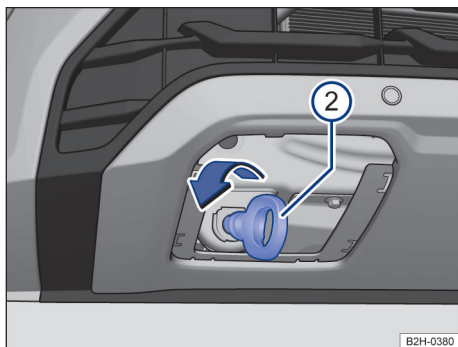

Fig. 178 En el paragolpes delantero a la derecha: enroscar la argolla de remolque.
① Argolla de remolque.
1. Enroscar la argolla de remolque tan firme como sea posible **en el sentido de la flecha** en el alojamiento → **fig. 178 ②**.
2. Utilice un objeto adecuado para que la argolla de remolque se pueda enroscar firmemente en el alojamiento → ①.